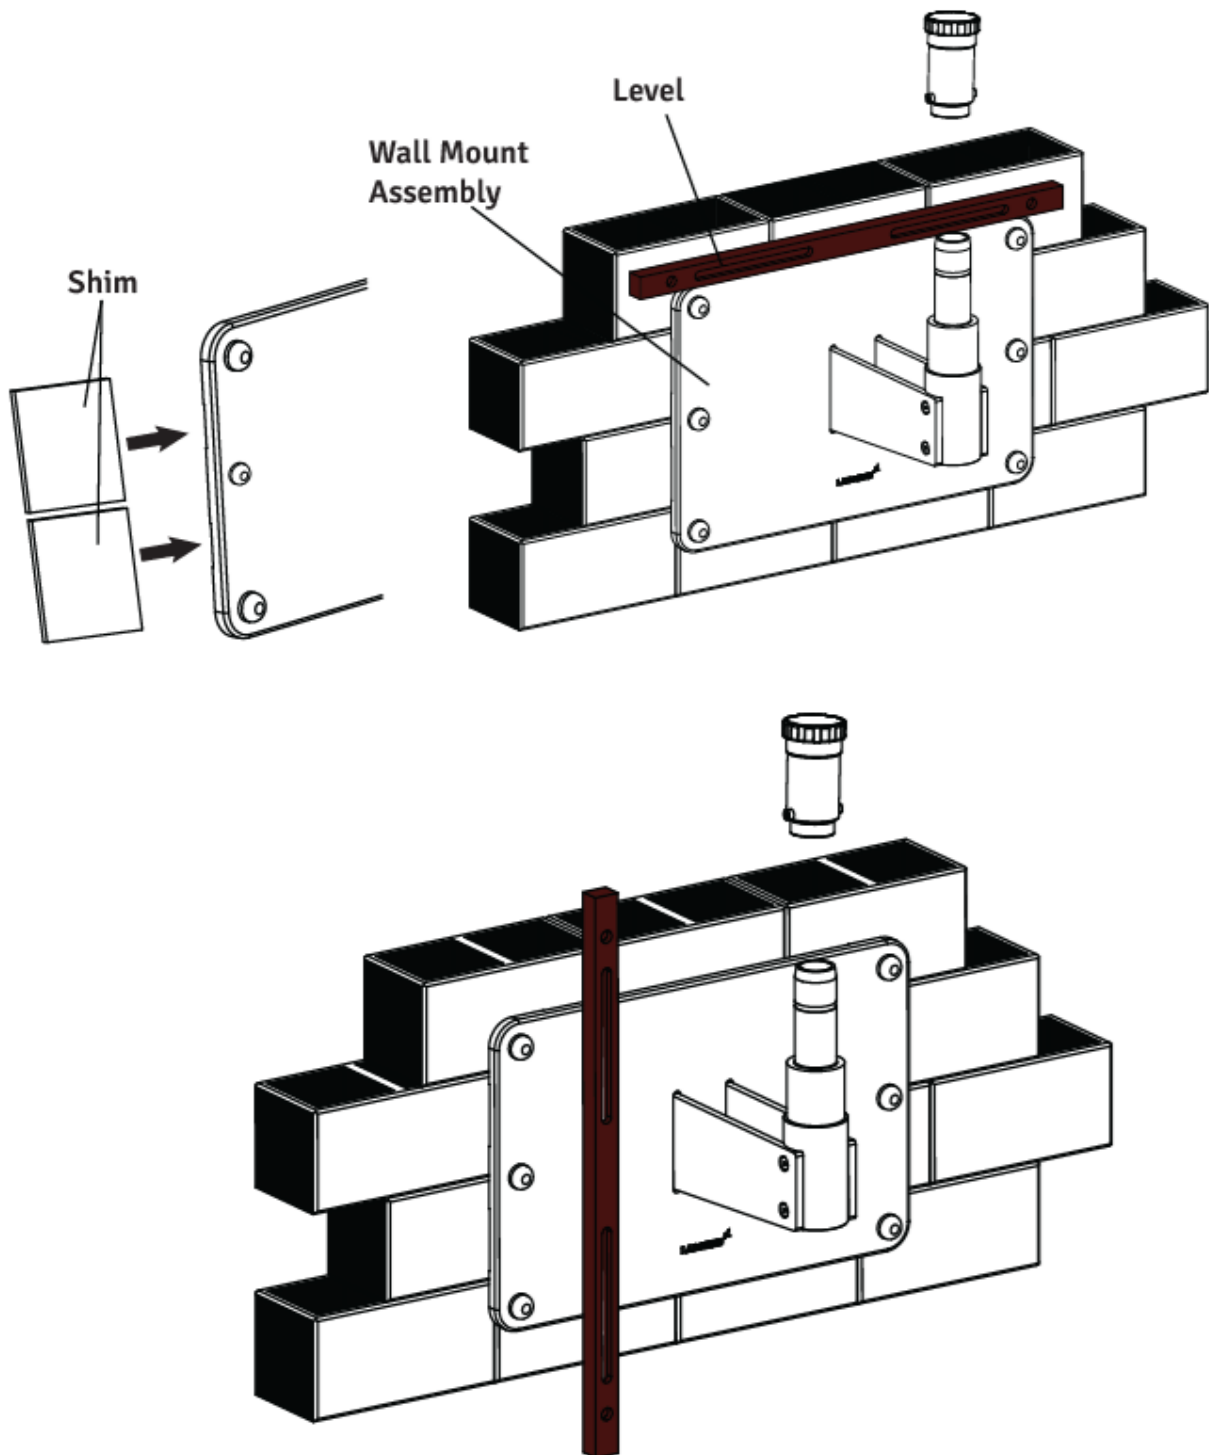

Abb. 23
2. Legen Sie eine Wasserwaage über die Oberseite der Rückplatte, um die horizontale Ausrichtung zu überprüfen. Siehe Abbildung 23.
3. Verwenden Sie eine 17-mm-Stecknuss und Ratsche, um die sechs (6) Knebelschrauben in den Ecken der Rückplatte leicht zu lösen.
5. Legen Sie eine Wasserwaage senkrecht an die Vorderseite der Rückplatte, auf beiden Seiten, um sicherzustellen, dass sie senkrecht steht zum Boden. Siehe Abbildung 23
7. Überprüfen Sie die andere Seite, fügen Sie bei Bedarf Unterlegscheiben ein und ziehen Sie dann die Kippdübel fest. Siehe Abbildung 23.
2. Schrauben Sie den Gewindestopfen vom Wandmontageschaft ab, wie in Abb. 23 gezeigt.